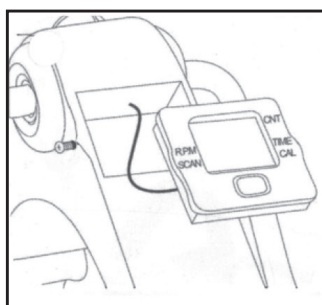

fig. 2
2. Collocare l'unità display nel rispettivo alloggiamento. Il filo deve essere opportunamente inserito all'interno (vedi fig. 2).